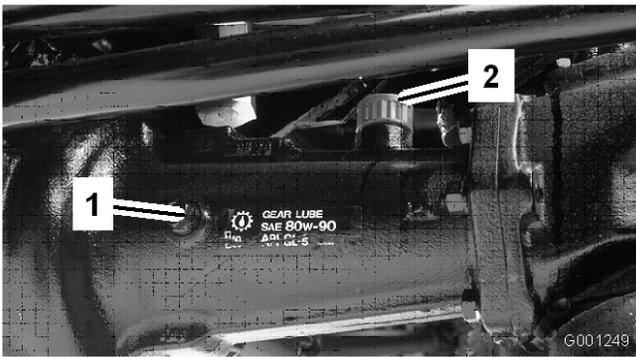
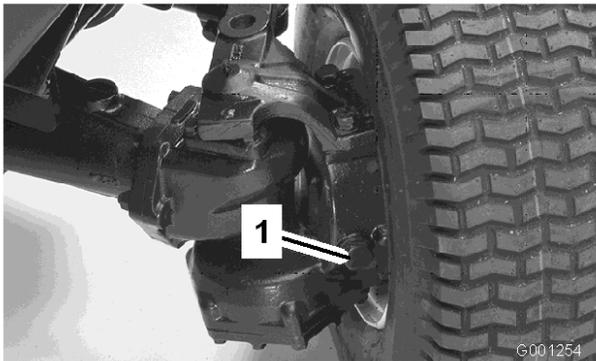

図 26
図 27
2. 点検プラグを取り、オイルが各穴の下の縁まであることを確認する。量が不足している場合は、給油プラグを外し、点検プラグ（図 26 と 図 27）の穴の下の縁まで補給する。